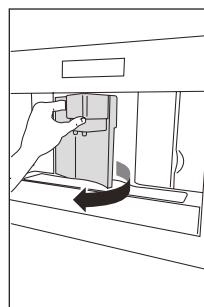

Fig. 23
- Ouvrir la porte de service (Fig. 23).